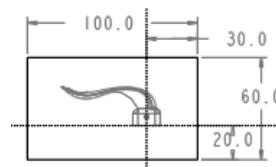

图 6.3 截面草图
(1) 选择命令。单击 模具 功能选项卡 形状 ▾ 区域中的 拉伸 按钮。
(2) 创建实体拉伸特征。
① 定义草绘截面放置属性。在绘图区中右击，从系统弹出的快捷菜单中选择 定义内部草绘... 命令。然后选择 MOLD_RIGHT 基准平面作为草绘平面，草绘平面的参考平面为 MAIN_PARTING_PLN 基准平面，方位为 上，单击 草绘 按钮。至此，系统进入草绘环境。
② 进入截面草绘环境后，选取 MAIN_PARTING_PLN 基准平面和 MOLD_FRONT 基准平面为草绘参考，单击 关闭(C) 按钮，然后绘制图 6.3 所示的截面草图。完成截面草图的绘制后，单击“草绘”操控板中的“确定”按钮 。